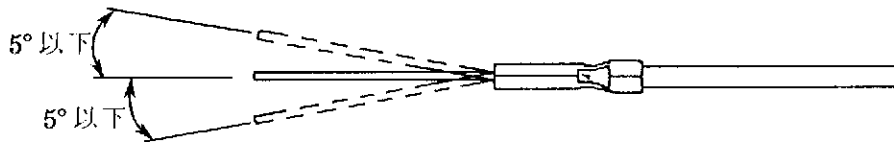

Fig. 4
B. 被覆なしの単線は圧着後、Fig. 4に示す限界をこえてコンタクト軸から横方向に曲っていないこと。